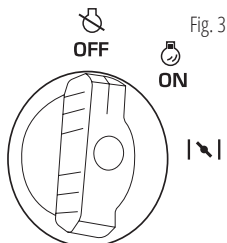

Fig. 3
3. Sitúe el interruptor multifunción del motor en la posición «OFF» (Fig. 3).